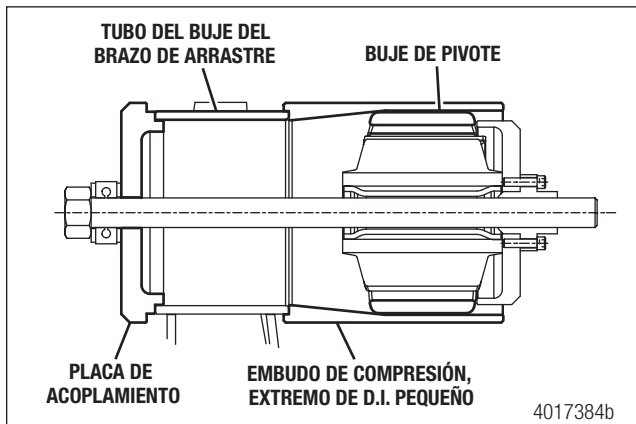

Figura 7.18
8. Enrosque la placa botadora en el perno de acoplamiento hasta que quede junto al buje dentro del embudo de compresión. Figura 7.18.